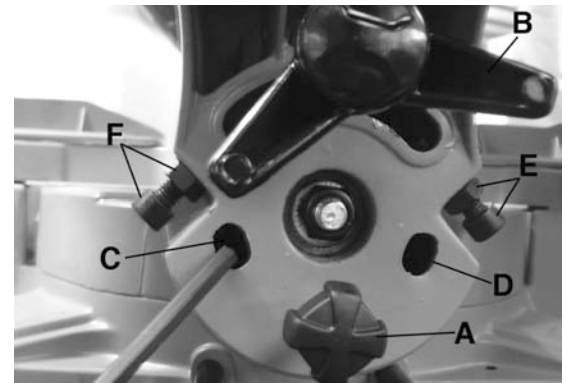

Figure 14
11. Assurez-vous que le bouton de réglage de butée (A, fig. 14) est complètement enfoncé et que le bouton de verrouillage de la coupe en biseau (B) est complètement serré. Desserrez les deux boulons (C et D) à l'intérieur du support pivotant à l'aide d'une clé hexagonale.
12. Desserrez le bouton de verrouillage de la coupe en biseau (B) et réglez la tête de la scie vers l'intérieur ou l'extérieur de manière à l'aligner avec l'équerre.
13. Une fois celle-ci parfaitement alignée, resserrez le bouton de verrouillage de la coupe en biseau (B) et les deux boulons (C et D) du support pivotant. Revérifiez l'alignement.
1. Desserrez l'écrou hexagonal et le boulon à tête cylindrique (F, fig. 14).
4. Une fois la tête à un angle parfait de 45°, resserrez le bouton de verrouillage de la coupe en biseau (B), puis le boulon à tête cylindrique (F) contre l'axe du bouton de verrouillage de biseautage (B), et enfin l'écrou hexagonal (F).
5. Répétez les étapes ci-dessus pour le boulon de butée à 45° du côté droit en utilisant l'écrou hexagonal et le boulon à tête cylindrique (E).